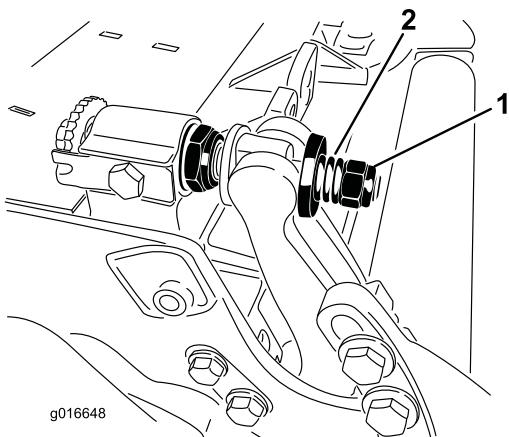

Figura 32
- Aperte a porca da mola tensora até que a mola fique recolhida; em seguida, desaperte meia volta (Figura 32).
- Aperte a porca em cada conjunto de ajustador da barra de apoio até que a mola de compressão esteja totalmente comprimida e, em seguida, desaperte a porca 1/2 volta (Figura 32).